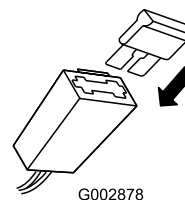

Figure 8
2. Placez le fusible dans le porte-fusible de la manière indiquée (Figure 8).